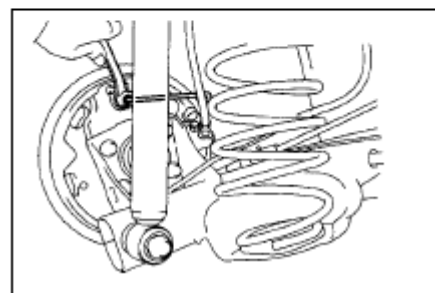

Рис. 300
(1) Отсоедините с помощью специального инструмента трубку подачи тормозной жидкости, соберите вытекающую тормозную жидкость и отправьте ее на утилизацию
(2) Открутите болт и снимите тормозной цилиндр.(рис. 300)